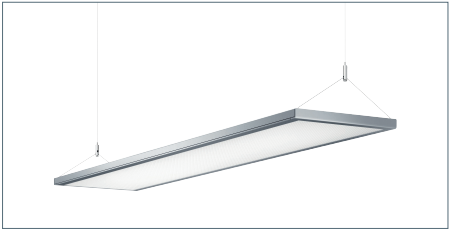

Fig. 1: Luminaire individuel
- Vissez au plafond à l'aide de vis appropriées la tôle de support **A** située sur le côté raccordement du luminaire, voir Fig. 1.